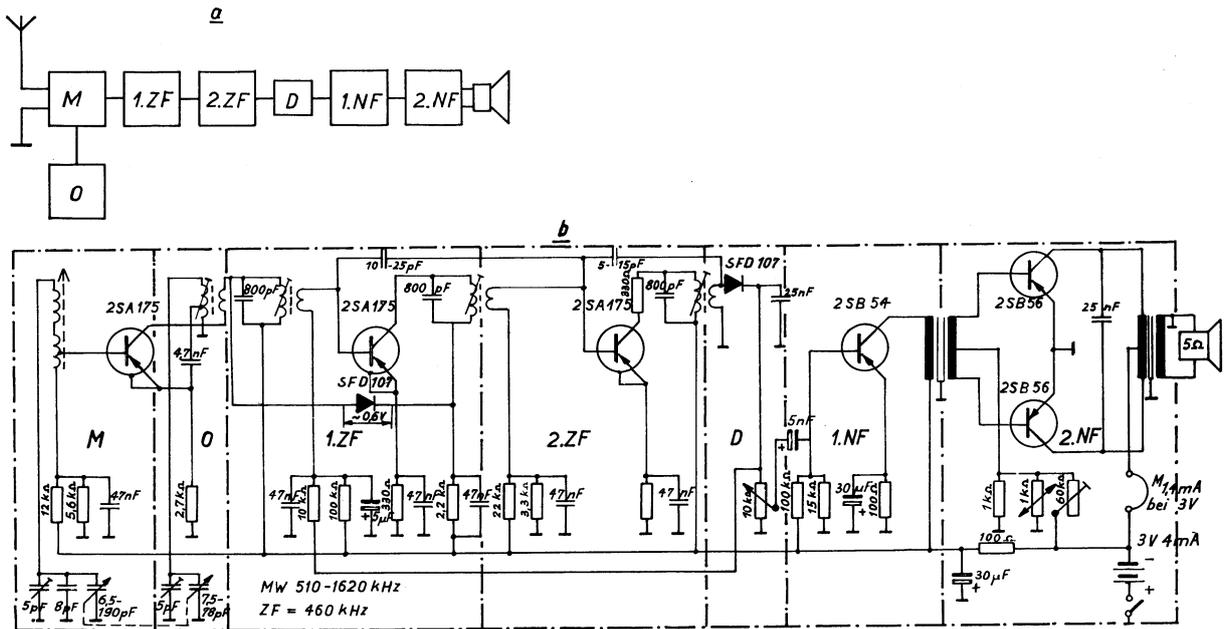

Fig. 3.07. b) AM-Transistorensuper (Grundrig), M-Bereich. a) Blockschema, b) Prinzipschema.
2. AM-Transistorensuper (M-Bereich, 5 Kreise, Fig. 3.07)